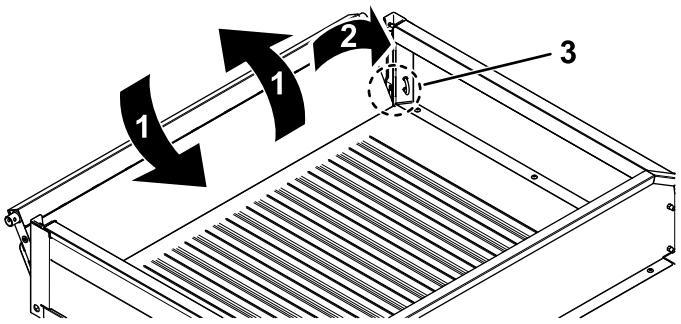

Bild 83
2. Drehen Sie die Heckklappe auf eine ungefährre Stellung von 45° (Bild 83).
3. Drehen Sie die Heckklappe mehrmals mit kurzen, schüttelnden Bewegungen (Bild 83).